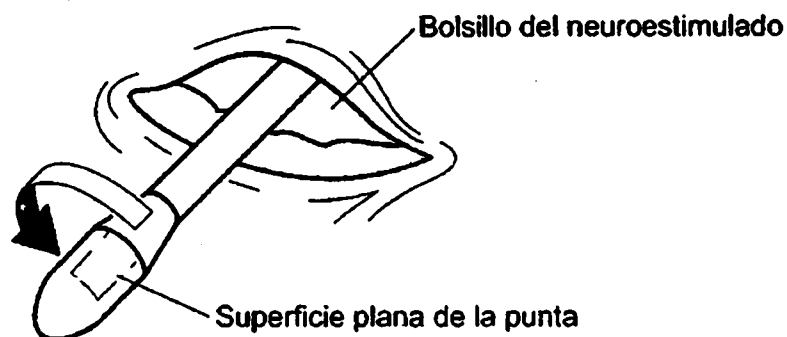

Figura 3. Retire la punta de la varilla de tunelización.
3. Sujete la superficie plana de la punta y retire la punta de la varilla de tunelización (Figura 3).